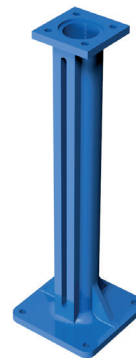

Fig. 6
- Straight floor stand (Fig. 6)